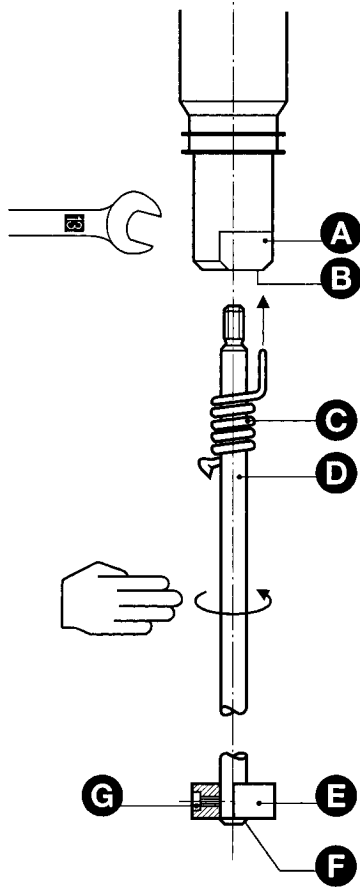

Fig. 5
1. Elektrodenverlängerung **D** in die Elektrodenspitze **A** einschrauben. Fig. 5